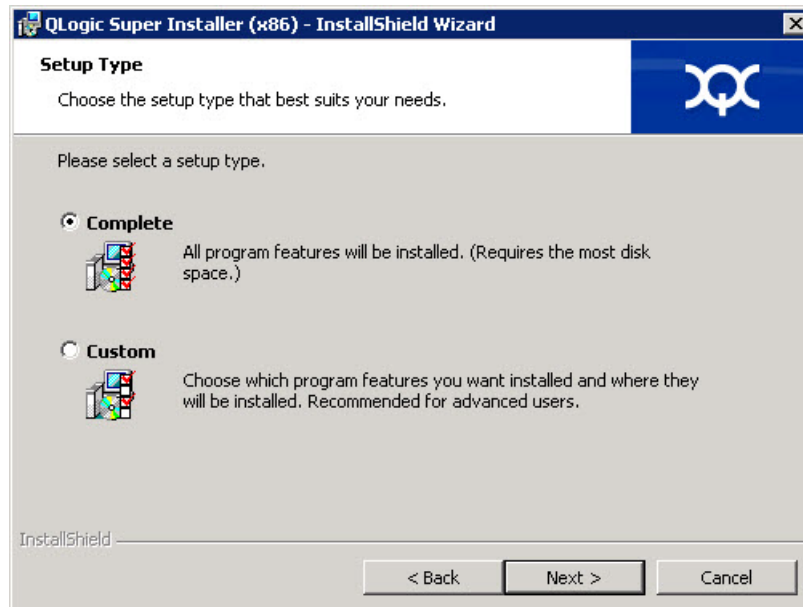

Ilustración 3-4. Asistente InstallShield: Ventana Setup Type (Tipo de configuración)
5. Complete la ventana del tipo de configuración del asistente (Ilustración 3-4) de la siguiente forma: